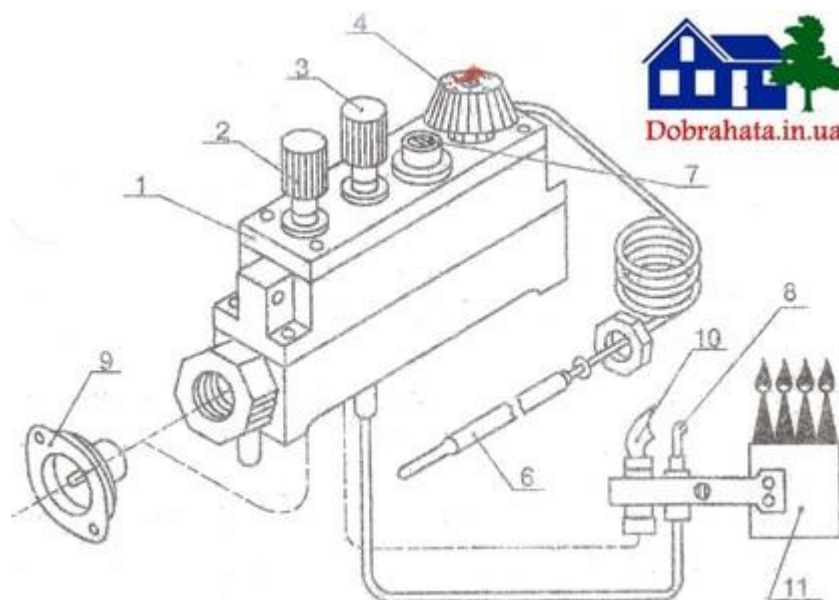

РИС. 4-1. Внешний вид автоматики Арбат
- 2) ПОВЕРНУТЬ РУЧКУ ТЕРМОРЕГУЛЯТОРА ПОЗ. 4 (рис. 4-1) 8 ПОЛОЖЕНИЕ «0»;
В остальных исполнениях автоматики, т без клапана байпаса, режим «малое пламя» регулируется винтом 7 в пределах 4-х оборотов по часовой ши против часовой стрелки (рис. 4-1).